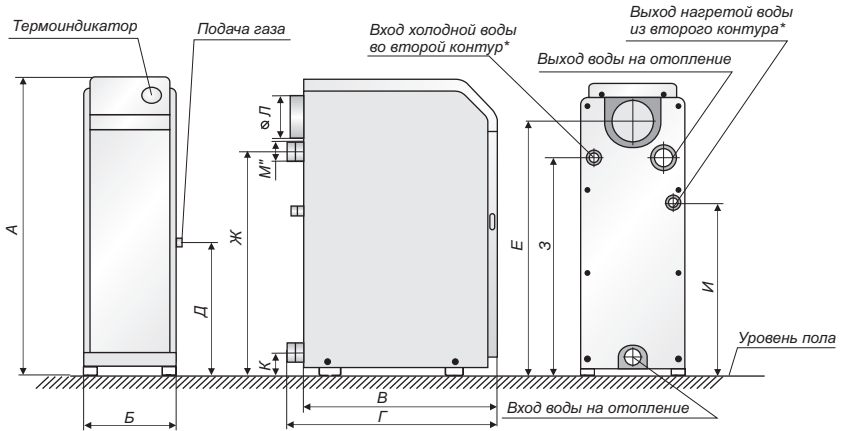
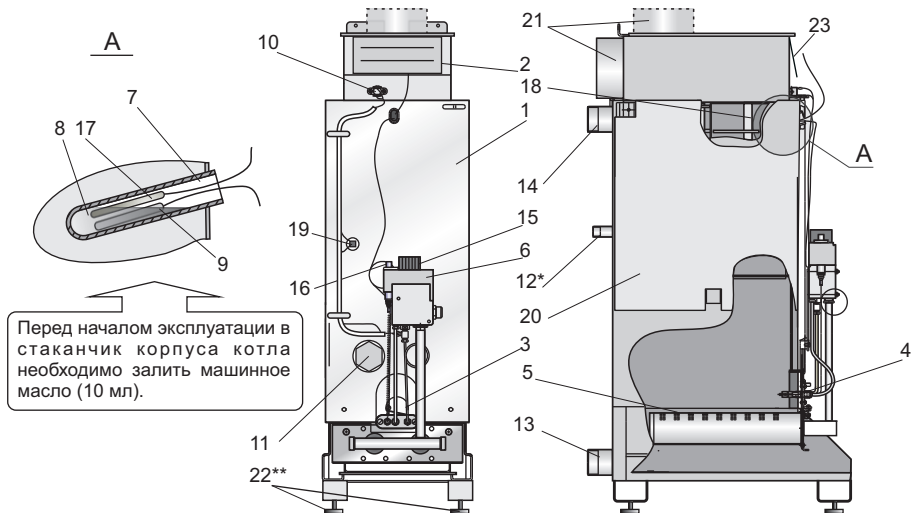

Рис. 1. Общий вид котла "Житомир-3"
Рис. 2. Схема конструкции котла "Житомир-3"
5.1. Котёл (рис.1) выполнен в виде напольного шкафа прямоугольной формы, лицевая сторона которого закрыта дверкой, обеспечивающей доступ для запуска котла и управления его работой.
Котёл состоит из следующих основных частей: корпуса котла (поз.1 рис.2), который состоит из топки и теплообменника. В теплообменнике котла установлены турбулизаторы поз. 18 для наиболее полного отбора тепла при сжигании природного газа и передачи его теплоносителю; газохода (поз. 2); горелок: основной (поз.5) и запальной (поз.4); автоматики безопасности с газовым клапаном поз.6; патрубков подвода (поз.13) и отвода теплоносителя (поз.14). В котлах с встроенным водонагревателем предусмотрены присоединительные патрубки (поз.12). На лицевой части корпуса котла расположено смотровое окно (поз.3) для контроля за розжигом и работой котла. В стаканчик (поз.7) установлен баллон термоиндикатора поз.17 и термобаллон (поз.9) газового клапана, служащий для управления его работой. Термостат (датчик тяги) (поз.10) служит для обеспечения его безопасной работы. Для наиболее полного отбора тепла снаружи корпус котла покрыт теплоизоляцией и декоративным стальным кожухом, покрытым порошковой эмалью. В верхней части кожуха котла установлен термоиндикатор для контроля температуры воды в котле, (рис. 1).
Для установки ТЭНа необходимо слить воду из котла (системы отопления), открутить заглушку (рис.2 поз. 11) и установить на ее место ТЭН с характеристиками, соответствующими таблице 3. Залить воду в котел (систему отопления). Перед запуском котла проверить герметичность установки ТЭНа.
6.8. При установке котла в систему отопления с открытым расширительным сосудом установка датчика перегрева (п.19, рис.2) не требуется, при условии, что отказ термостата управления не вызывает опасную ситуацию для пользователя или повреждение котла (ГОСТ Р 51733-2001).